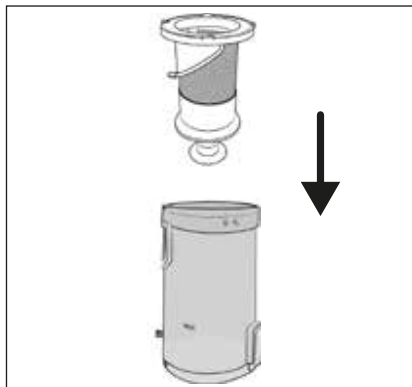

Fig. 21
- 6) Sæt filteret af rustfrit stål **6** ind i støvbeholderen **7**, og tryk det helt ned (se fig. 21). Vær opmærksom på, at låsene på filteret af rustfrit stål **6** har forskellige størrelser. Filteret af rustfrit stål **6** kan kun sættes ind i én position i støvholderen **7** på grund af disse låse.